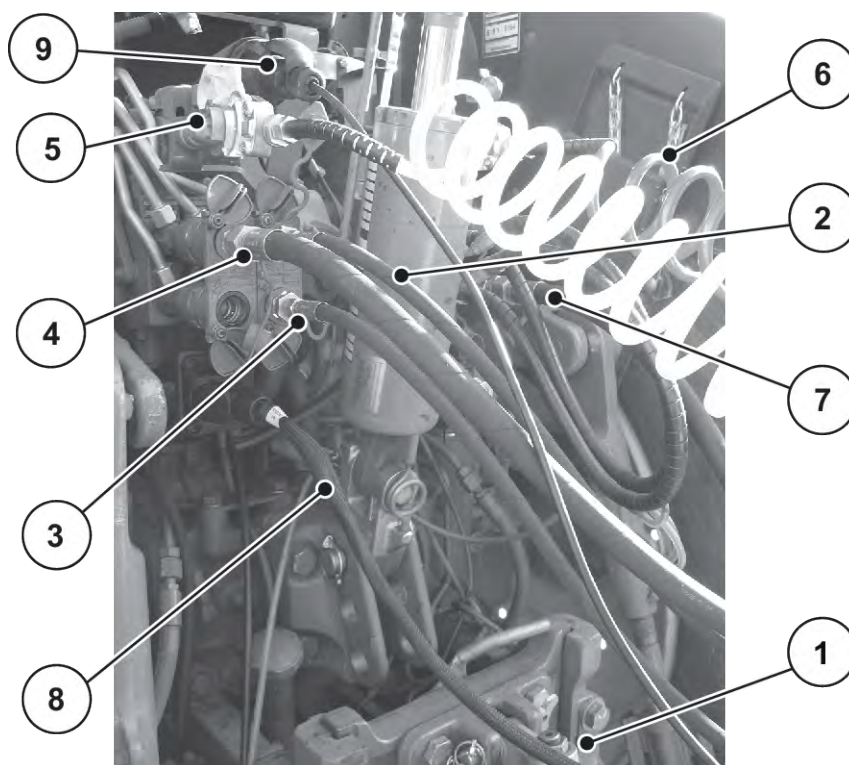

Рис. 26: Порядок підключення ліній машини до трактора
Див. Рис. 26
- ▶ Зверніть увагу на порядок підключення: Див. *Рис. 26 Порядок підключення ліній машини до трактора*
- ▷ Див.. *Рис. 26 Порядок підключення ліній машини до трактора.*